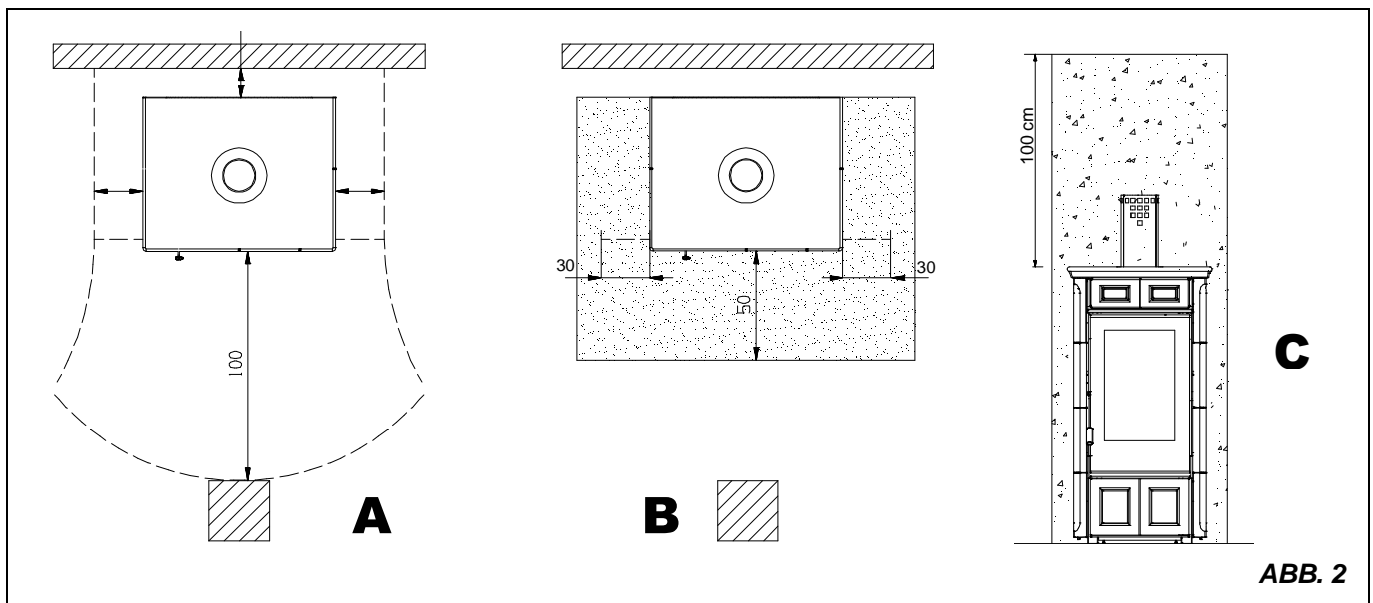

ABB. 2
- a) der beidseitige Mindestabstand von Bauelementen sowie von entflammaren und hitzeempfindlichen Gegenständen (Möbel, Holzverkleidungen, Stoffe etc.) muss zur Gewährleistung einer ausreichenden Wärmeisolierung demjenigen des technischen Datenschildes entsprechen, welches auf dem Erzeugnis angebracht ist; (siehe ABB. 2 A). **Alle Sicherheitsabstände sind auf der Typenschild des Produktes gezeigt und sollten nicht unter der angegebenen Werte liegen..**
- c) Wenn das Produkt auf einem leicht entzündlichen Boden installiert wird, muss ein feuerfester Unterbau vorgesehen werden. **Fußböden aus brennbaren Materialien** wie Teppich, Parkett oder Kork, **müssen durch einen entsprechenden Belag** aus nicht brennbaren Baustoffen, zum Beispiel Keramik Stein, Glas oder Stahl ersetzt werden (Abmessungen nach der regionalen Ordnung). Der Unterbau muss vorn mindestens **50 cm** und seitlich **30 cm** über die Öffnung der Einfülltür vorspringen (siehe ABB. 2 **B**).
- e) Bei der Aufstellung des Ofens auf **brennbarem Material** muss man die im Kontakt mit dem Gerät stehenden entflammaren Bauteilen mit einer Schicht aus feuerfesten Material ersetzen (z.B. Keramik, Stein, Glas oder Stahl, usw.). Das ersetzte Bauteil muss dem gleichem Ausmaß des Ofens entsprechen und ab dem Boden muss es von mindestens **100 cm** von der Oberfläche des Geräts hervortreten (siehe ABB. 2 **C**).